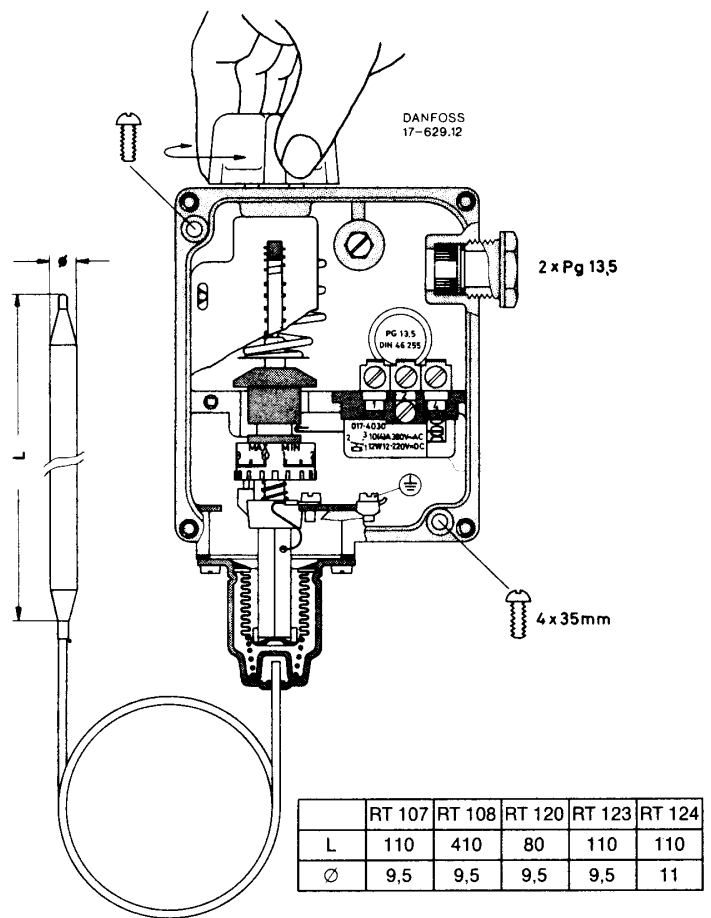

Рис. 5
3.5.2 ТЕРМОСТАТ DANFOSS RT 124 (РИС. 5)
- Снять крышку термостата и установить барабан на значении, выбранном для дифференциала (остановка горелки) в соответствии с диаграммой на Рис. 5а. Дифференциал суммируется на значении, зафиксированном в пункте а.
Рис. 5а